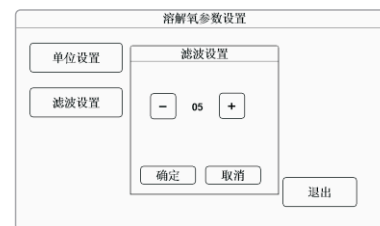

图2-32
- ◆ 滤波设置：点击“滤波设置”弹出图2-32所示，按【-】或【+】键修改参数（00到60可选），数值越大稳定性越高，修改后按【确定】键确认，按【退出】键确认。